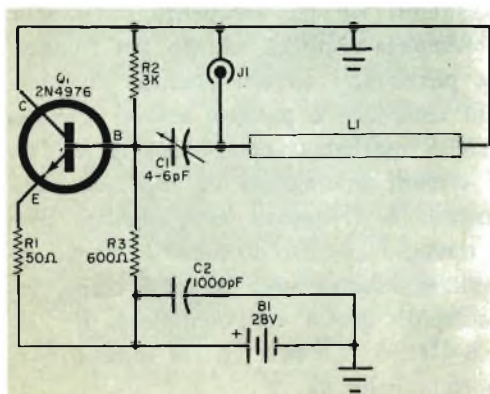

Fig. 2 - Questo oscillatore, tratto da un bollettino tecnico della ditta TRW Semiconductors Inc., fornisce una uscita di 400 mW a 1,6 GHz.
**Circuiti nuovi** - Generalmente i circuiti oscillatori RF per frequenze basse sono abbastanza semplici, mentre, per frequenze più alte, i circuiti possono diventare più complessi e possono essere necessari reti di reazione a compensazione di fase e circuiti addizionali di fuga ed isolamento. A frequenze estremamente alte, tuttavia, i circuiti possono di nuovo diventare relativamente semplici come, per esempio, quello dell'oscillatore RF da 1,6 GHz - 400 mW, il cui schema è riportato nella fig. 2.